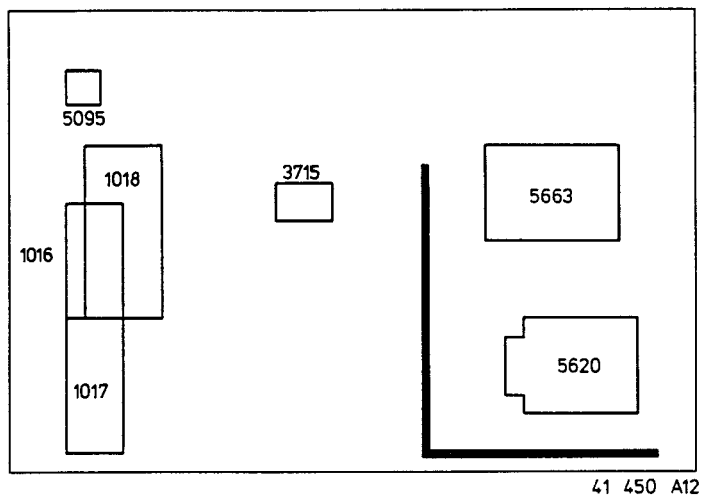

Bild 9
A. Einstellungen an der Chassisprintplatte (Bild 9)**1. +140 V - Versorgungsspannung**